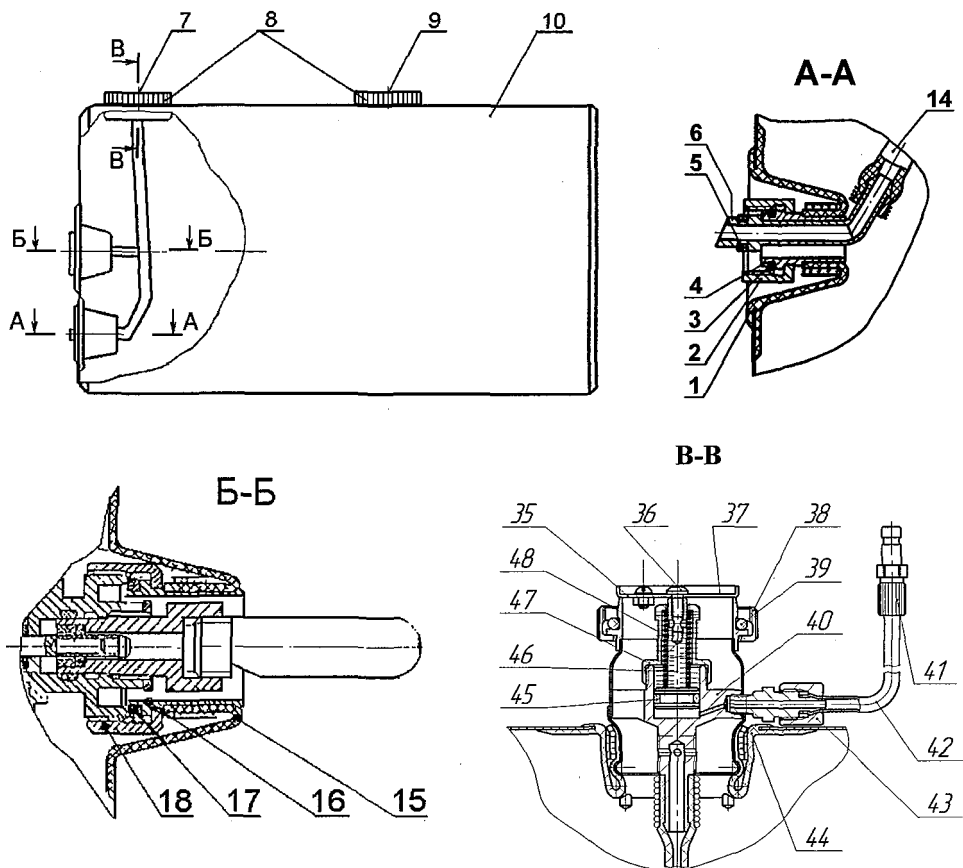

Рисунок 10 – Мешок дыхательный
1.5.1.9 Мешок дыхательный (рисунок 10) является резервуаром для вдыхаемого воздуха, очищенного от углекислого газа. Кроме того, мешок обеспечивает некоторую очистку воздуха от взвешенных частиц ХП-И и сбор конденсирующейся влаги, выполняя роль влагосборника.
К тройнику с помощью гайки 59 и штуцера 61 с кольцом 60 присоединен рукав 42 (рисунок 10) на быстроразъемном соединении 63. К штуцеру 61 присоединена втулка 56, шайба 57, прокладка 66, дюза 58. Гайка 59 удерживается на штуцере 61 при помощи кольца 60.
Устройство представлено на рисунке 16. Узел состоит из корпуса 2, штуцера 1 с уплотнительным кольцом 13 и втулкой 12, гайки 7 с контргайкой 6, заглушки 8 и кольца уплотнительного 9. Внутри корпуса 2 расположена втулка 10 с пружиной 5 и шточком 11, уплотнительные кольца 3, 18 и шайба 20. Свисток 14 со штуцером 1 и прокладкой 19 подсоединен к корпусу 2 сигнального устройства. Штуцер 1 зафиксирован в корпусе 2 контргайкой 24. Корпус сигнального устройства имеет штуцер с резьбой, к которому подсоединен мешок дыхательный (рисунок 10). Для этого в мешке имеется фланец 15, штуцер 16, уплотнительное кольцо 17, гайка 18.
1.6.3 Заглушка с наружной резьбой M16x1 предназначена для ввинчивания в накидную гайку 2 дыхательного мешка 4 (рисунок 10) для обнаружения мест утечек в воздуховодной системе.